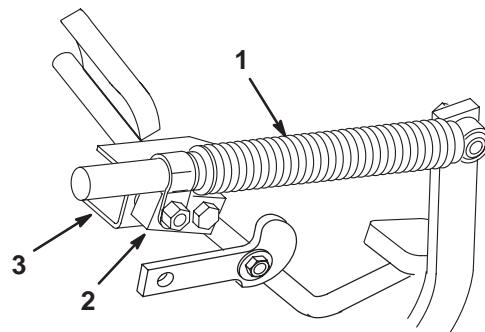

図61
- ダンパ・ピボットとダンパ・ブラケットをつないでいるロックナットをゆるめる（図61）。